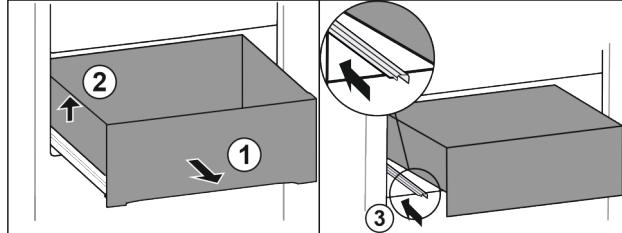

Fig. 62
► Scoateți sertarul până la opriitor. Fig. 62 (1)
► Ridicați sertarul din stânga. Fig. 62 (2)
► Inserați şina din stânga. Fig. 62 (3)